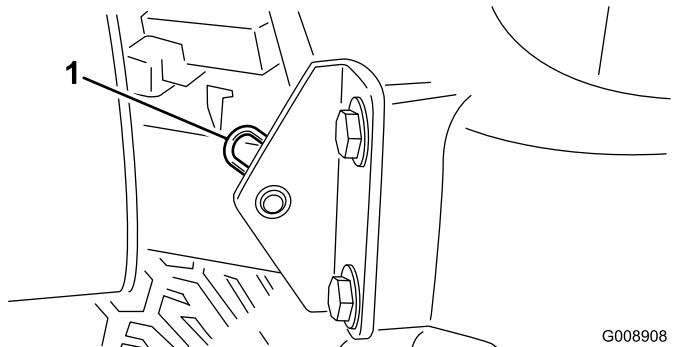

Figura 43
2. Retire el pasador que fija el pivote del capó a los soportes (Figura 43).